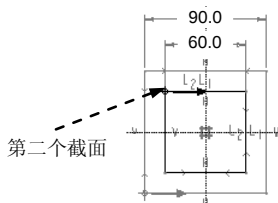

图 5.26.7 截面图形
(1) 在绘图区右击, 从弹出的快捷菜单中选择 **切换截面(T)** 命令 (或选择下拉菜单 **草绘(S)** **→ 特征工具(U)** **→ 切换截面(T)** 命令)。
(2) 绘制并标注草绘截面, 如图 5.26.7 所示。